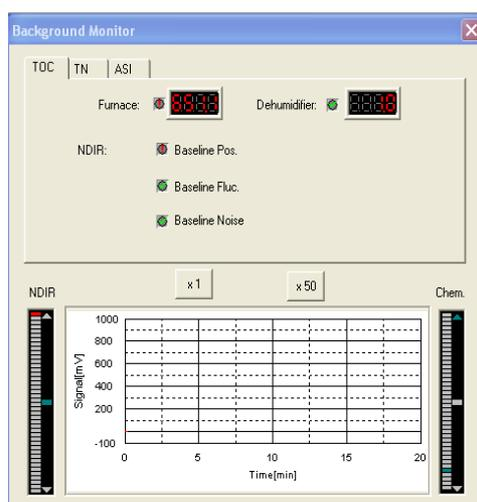

Figura 6.9 – Monitoramento de temperatura do forno elétrico.
15. Monitoramento do forno elétrico: ao conectar a "sample table" ao equipamento, automaticamente o forno elétrico do TOC é acionado. O forno elétrico é acionado para as análises de TC, TOC, NPOC e TN (lembrando que para esta última a unidade TNM-1 também deve estar ligada). A temperatura do forno pode ser de $680 \text{ }^\circ\text{C}$ ou $720 \text{ }^\circ\text{C}$ (esta última usada na medida de TN). Para monitoramento desta variação de temperatura, basta clicar no botão "Monitor" (), Figura 6.6, que aparecerá uma janela de monitoramento, como mostrado na Figura 6.9. Enquanto ocorre a estabilização da temperatura de análise, canto superior direito da janela irá aparecer a mensagem "not ready" em vermelho, e os botões de linha de base, mostrados na Figura 6.9, também estarão vermelhos. A estabilização da temperatura do forno leva em torno de 30 a 40 minutos. Após esta estabilização, todos os botões de linha de base ficarão verdes, e no campo direito superior do programa aparecerá o sinal "ready" (), que significa que o equipamento está pronto para as análises.
2. Para ligar a unidade de TNM-1 e conectá-la ao computador, basta seguir as mesmas etapas de acionamento e conexão do TOC, seção 6, com a diferença do monitoramento dos parâmetros de TN, que podem ser monitorados pela mesma janela mostrada na Figura 6.9, clicando na aba TN.